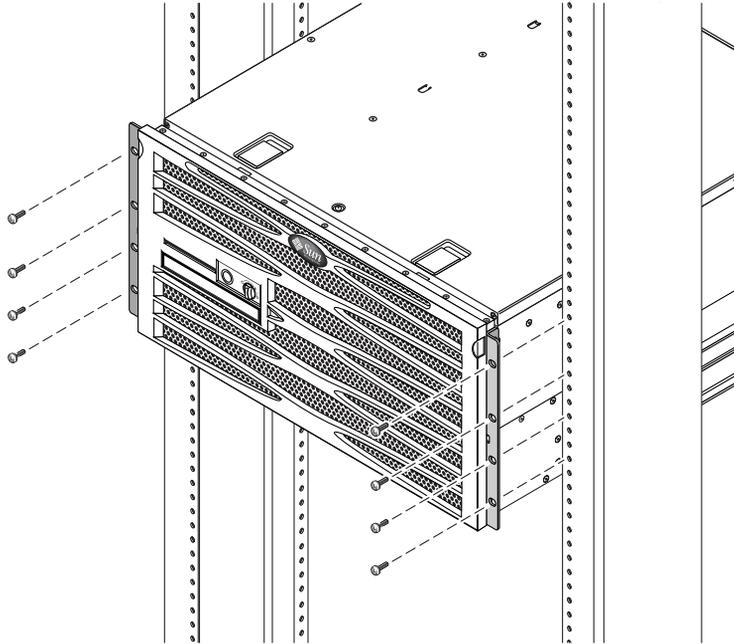

ABBILDUNG 3-4 Befestigen der Vorderseite des Servers am Rack
7. Befestigen Sie unter Verwendung von vier Schrauben auf jeder Seite die Vorderseite der Montagewinkel, die seitlich am Server angebracht sind, an der Vorderseite des Racks (ABBILDUNG 3-4).